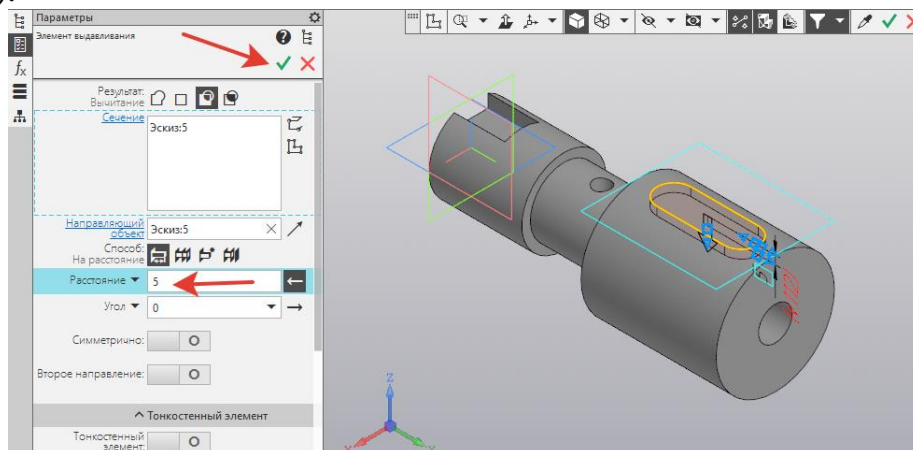

Рисунок 101.
13. На инструментальной панели **Элементы тела** - выбрать  **Вырезать выдавливанием**. В **Параметрах** задать **Расстояние** – 5. Создать объект  (рисунок 101).